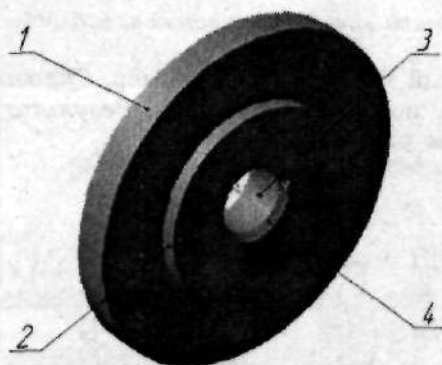

Рис. 2.32. Деталь Седло
Рассмотрим деталь *Седло*. Как видно из рис. 2.32, деталь состоит из большого цилиндра (1), малого цилиндра (2), отверстия (3) с фаской (4). Построить эту деталь можно несколькими методами: